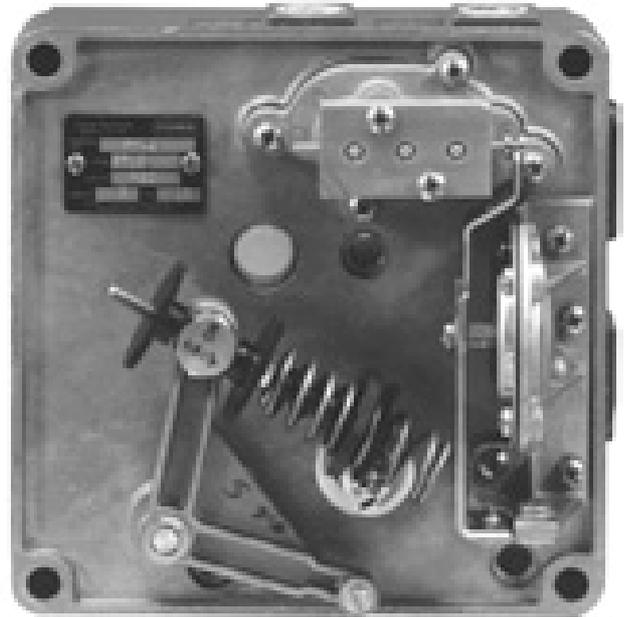

图20. 拆下凸轮后, 量程弹簧从加法臂上松开
2. 旋松零点调整防松螺母并扳动零点调整旋钮 (件号35) 直到量程弹簧与加法臂松开。见图20, 移动反馈杆 (件号21) 直到量程弹簧脱离加法臂。